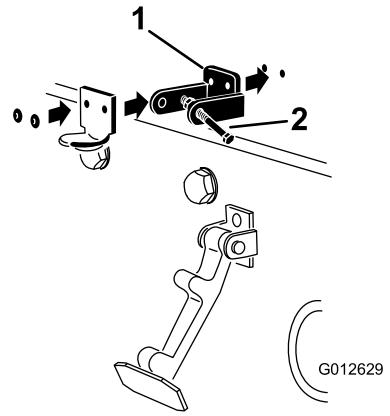

図 6
6. ブラケットとワッシャをフードにリベットで固定する図 6。